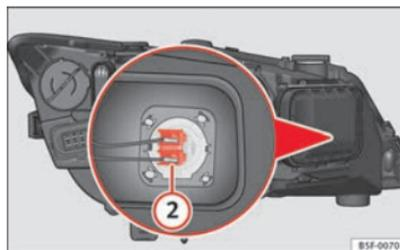

Fig. 186 Lampe feux de route
- Appuyez sur le connecteur ⇒ fig. 186 ② vers la gauche ou la droite et tirez. ▶